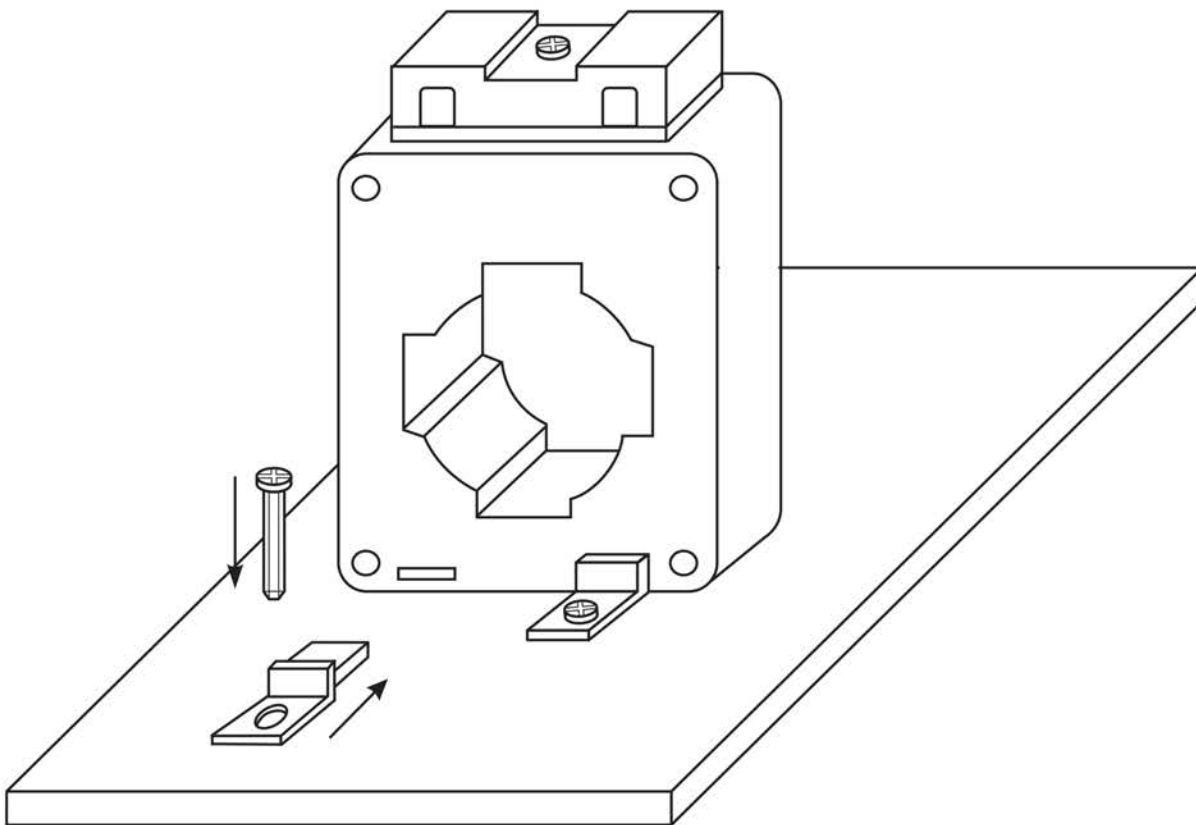

Рисунок 6 – Установка трансформаторов на монтажной панели в щитовом оборудовании при помощи держателей
- на монтажной панели в щитовом оборудовании при помощи держателей (рисунок 6).